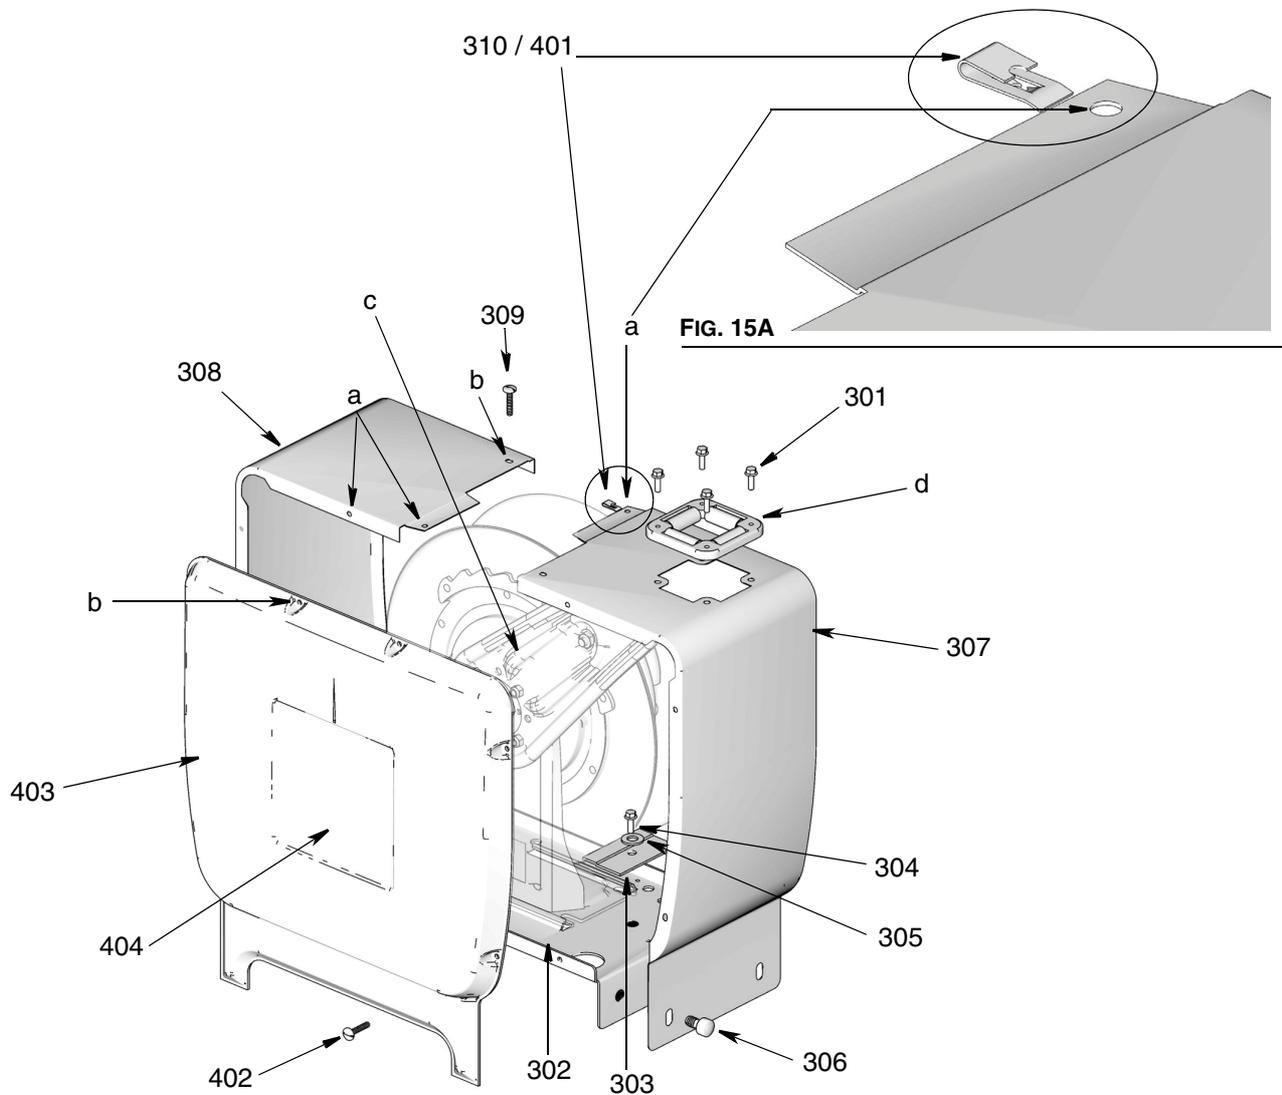
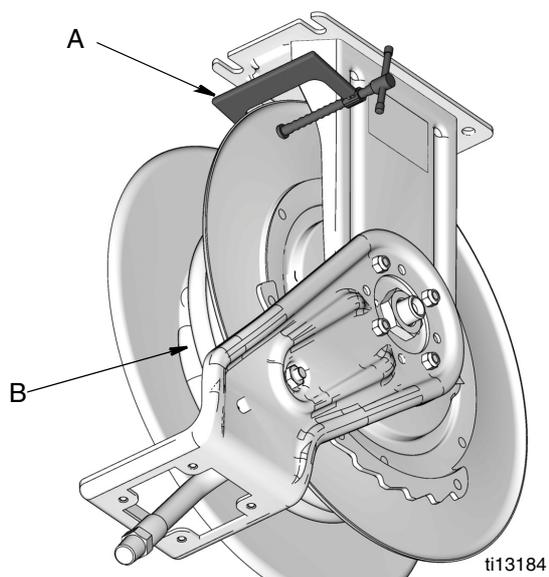

FIG. 16
FIG. 22
Installation de la protection de l'enrouleur de flexible (consultez la FIG. 16, page 23)
2. Faites glisser l'enrouleur de flexible dans la base d'enrouleur (302). Installez le plateau de maintien (303), la rondelle (305) et la vis à tête (304) comme indiqué dans la FIG. 16. Serrez fermement la vis.
4. Faites glisser un écrou de ressort (310) sur chaque orifice de position (a) des panneaux latéraux (307 et 308) comme illustré dans la FIG. 16. Consultez la vue agrandie illustrée dans la FIG. 16A pour connaître l'orientation convenant au clip.
5. Faites glisser les deux sections du panneau (307 et 308) ensemble, en alignant les clips (310) et les orifices (a) avec les orifices d'accouplement (b) de la section du panneau. Insérez et serrez les vis (309) pour joindre les deux panneaux latéraux ensemble.
6. Alignez l'ouverture pour le guidage de l'enrouleur de flexible (d) du panneau (307) avec l'extrémité du bras de guidage (c).
7. Réinstallez le guidage de l'enrouleur de flexible (d) sur le bras à travers l'ouverture dans le panneau (307). Installez et serrez les 4 vis (301).
8. Installez les 4 vis papillon (306) pour joindre les panneaux latéraux à la base de l'enrouleur de flexible (302).
2. Si l'enrouleur de flexible est protégé, retirez les protections s'il est nécessaire d'avoir accès à ce dernier (FIG. 16).
3. Déroulez complètement le flexible (B) et verrouillez l'enrouleur.
4. Attachez un collier en C (A) à la bride de l'enrouleur pour éviter que l'enrouleur ne se déverrouille intempestivement et pivote librement (FIG. 22).